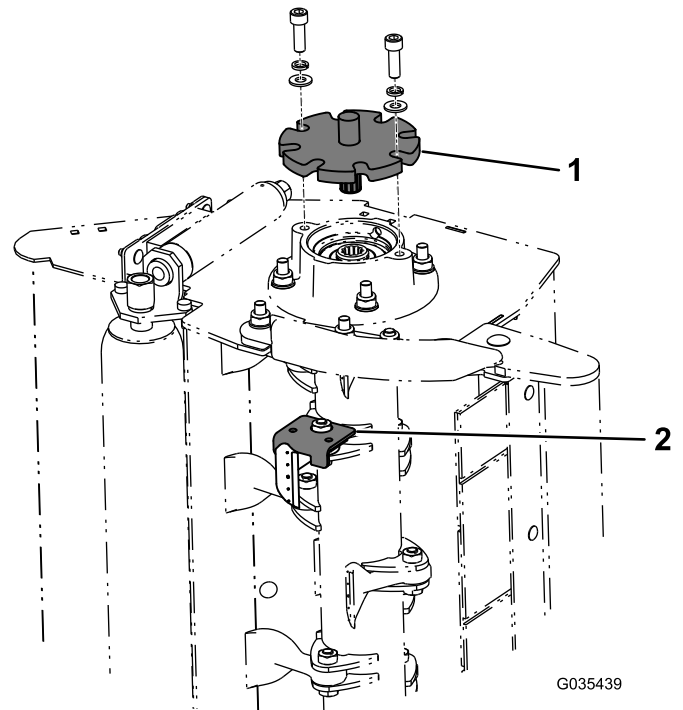

Figure 1
6. Bloquez le rotor en position en installant le verrou de rotor à l'aide des fixations existantes (Figure 1).
7. Fixez la patte de retenue de la lame sur l'ergot et la lame (Figure 1).